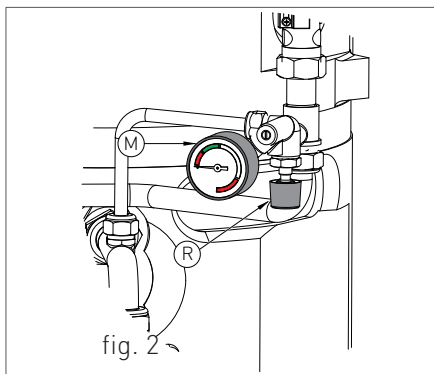

fig. 2
Assicurarsi, utilizzando una livella, che la caldaia abbia la giusta inclinazione essendo in bolla (vedi fig.2) in modo da favorire lo scarico della condensa.
- aprire il rubinetto di carico "R" (fig. 2);
4. controllare attraverso il manometro "M" (fig. 2) che la pressione dell'impianto raggiunga 1.2 bar, corrispondente alla metà della zona verde 'ZV' (fig. 4);
5. ad operazione avvenuta, assicurarsi che il rubinetto di carico "R" (fig. 2) sia ben chiuso.